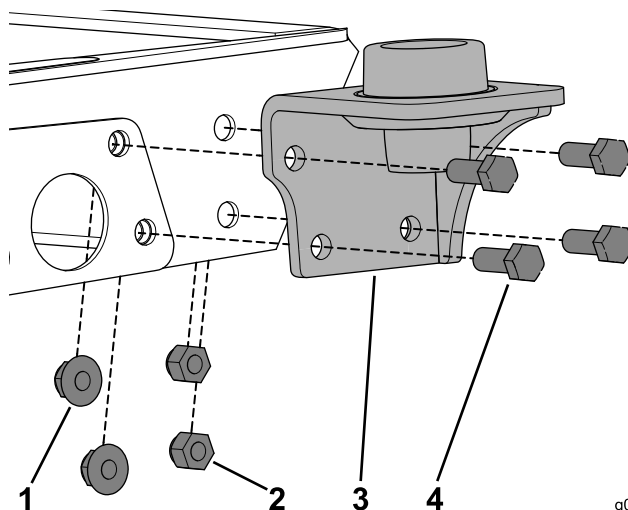

Figura 18
1. Rimuovete la bulloneria esistente e utilizzate i 4 bulloni (3/8 x 1 poll.), i 2 dadi flangiati e i 2 dadi di bloccaggio che fissano il supporto alla macchina (Figura 18).